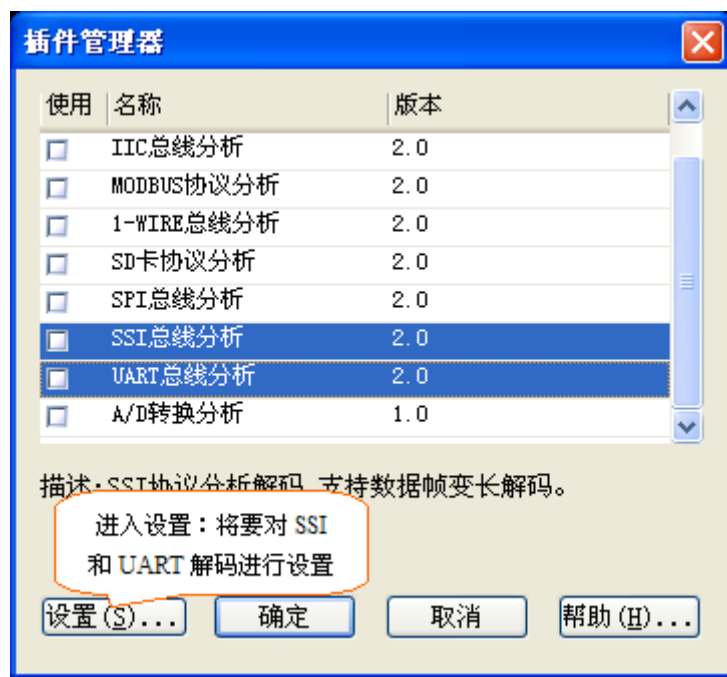

图 12.7 选中多个插件
1. 选择菜单中【工具】-【插件管理器】选项，弹出“插件管理器”。按住键盘的“Ctrl”键，再用鼠标分别选中“SSI总线分析”和“UART总线分析”两个插件，就可以选中多个插件了，单击“设置”进入解码参数设置将要分别对SSI和UART解码设置。如图12.7所示。